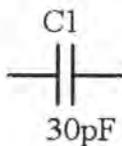

图 3-43 设置后的元器件
- 完成属性设置后，单击 **确认** 按钮关闭【元件属性】对话框，设置后的元器件如图 3-43 所示。